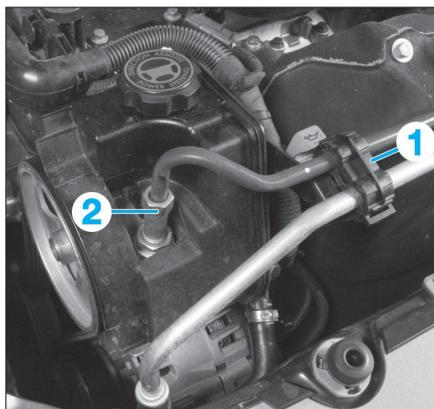

Fig. 24
- Desserrer le raccord haute pression (1) (Fig.24).
- Dégrafer de la patte de maintien (2) le tuyau hydraulique.
- Ouvrir l'agrafe (1) (Fig.24).
- Desserrer le raccord haute pression (2) de la pompe d'assistance de direction.